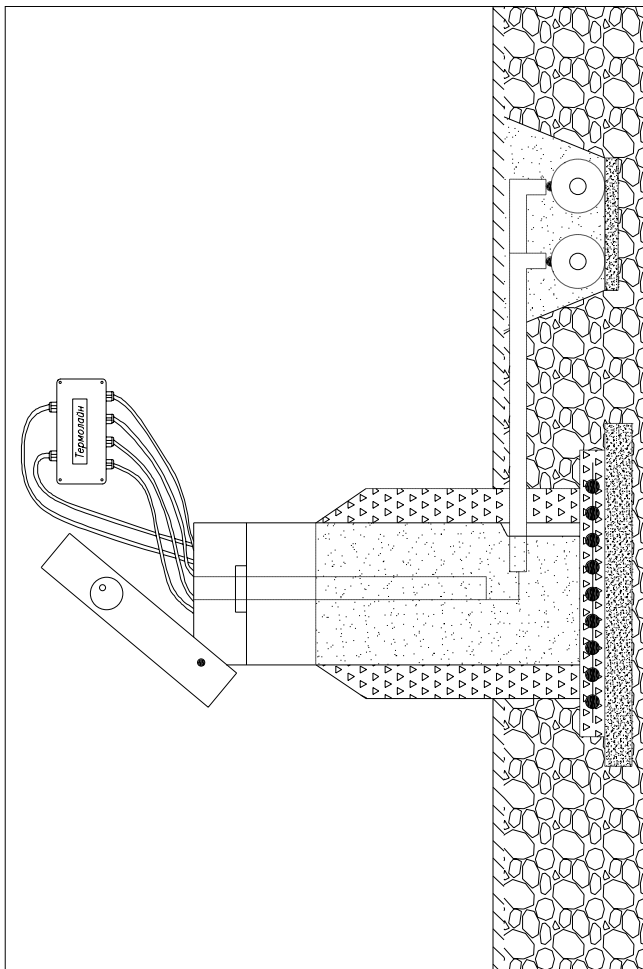

Рис. 4 «Установка терминала в наземном ковре»
12. При установке терминала в ковре (**Рис. 4**) пункты с 8 по 10 не выполнять.